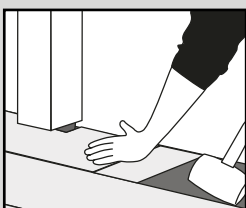

Fig. 6
7. Unter Türrahmen: Wenn die Diele/Fliese nicht angehoben werden kann, verwenden Sie ein angepasstes Schlagholz (oder Reststück) und den Hammer, um die Diele/Fliese flach auf dem Boden vorsichtig zusammenzufügen (Abb. 6).